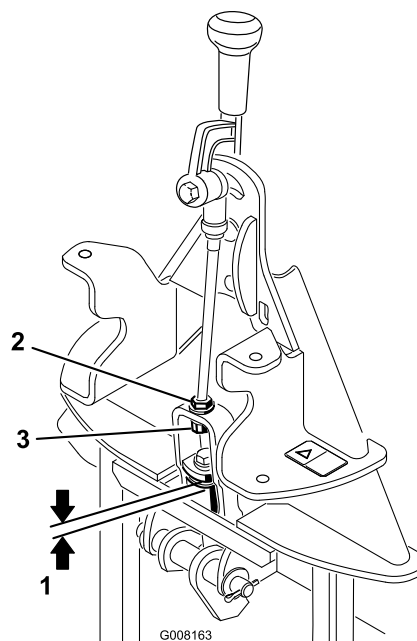

Bild 12
2. Messen Sie den Abstand zwischen der oberen Scheibe und dem Distanzstück im Anschluss am Anbaugerätadapter, siehe Bild 12.